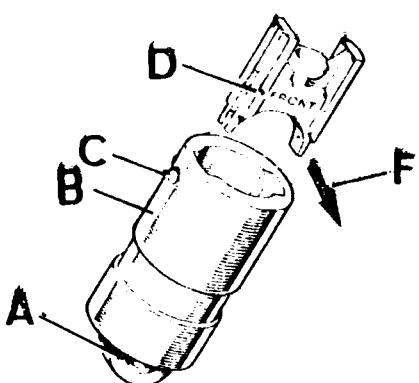

Fig. A3-61 Montaje de guías, empujadores y rodillos
- 2.3. Instalar las guías de los empujadores, B, (Fig. A3-61) e introducir los tornillos de fijación, solamente lo suficiente para mantenerlas en posición, a través del orificio, C.
- 2.4. Montar los empujadores y rodillos, colocándolos en la posición correcta con -- respecto a la parte delantera del motor según se detalla en la Fig. A3-61.